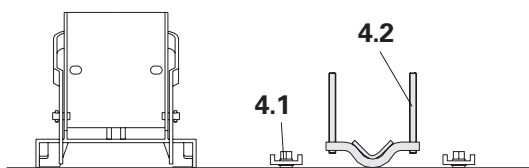

Abb. 5a
2. Minimuttern **4.1** lösen und Befestigungsbügel **4.2** entfernen. Abb.5a